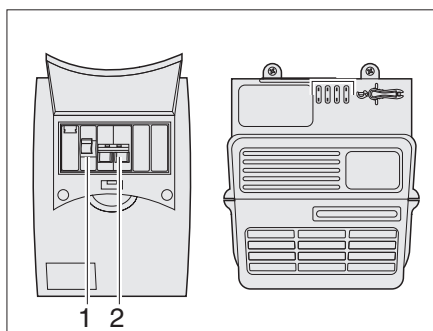

Bild 100 230 V-säkringslåda
Huvudsäkringen (Bild 100,2) säkrar 230 V-ingångsströmmen med max. 10 A. Det finns också en jordfelsbrytare (Bild 100,1) i säkringslådan.
- Slå kortvarigt på och stäng av 230 V-ledningsfelbrytaren (se Bild 100) och huvudbrytaren för batteri (se Bild 94) för att avbryta strömflödet.